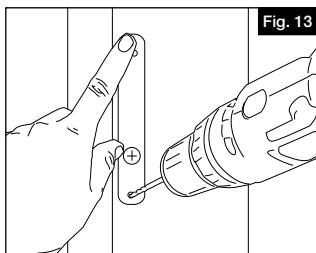

Fig. 13
- a. Une fois que les charnières sont installées et que la barrière est bien alignée, placer le gabarit de loquet à la hauteur désirée sur le bord du poteau le plus près de la barrière. Après avoir marqué l'emplacement des avant-trous, percer les avant-trous au moyen d'une mèche de $5/8"$ (16 mm) pour le trou du centre et d'une mèche de $3/32"$ (2,4 mm) pour les trous du bas et du haut (Fig. 13).